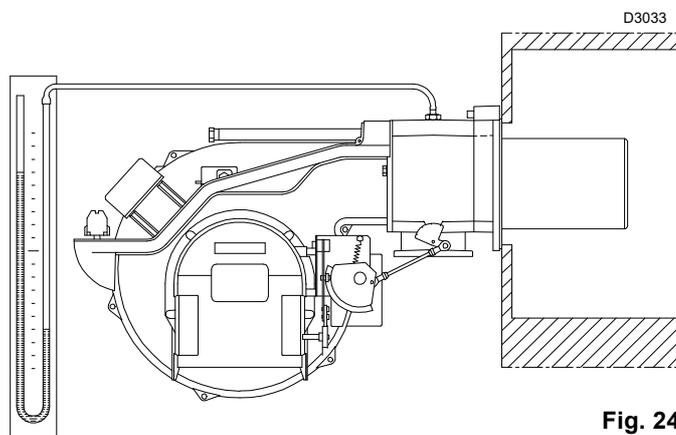

Fig. 24
- Monter un manomètre en U (Fig. 24) sur la prise de pression de gaz du manchon.
L'arrivée de gaz au manchon est mise en évidence sur le manomètre en U (Fig. 24).
À titre indicatif, il peut être trouvé dans les tableaux de la page 5, il suffit de lire la pression de gaz sur le manomètre en U (voir Fig. 24 à la page 24) et suivre les indications fournies à la page 20.